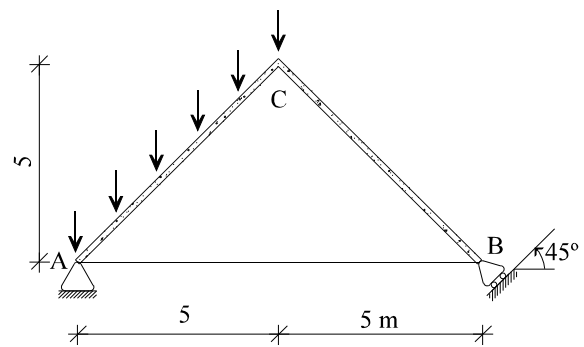

Figura 9
9. La estructura de la figura 9 es un pórtico atirantado, articulado en su extremo A y deslizante a 45° en su extremo B . Los momentos plásticos de las vigas AC y CB son de $1000 \text{ kN} \times \text{m}$, y el axil de plastificación del tirante AB es de 100 kN . Sobre la viga AC actúa una carga uniformemente repartida de valor total $P \text{ kN}$. Se pide: